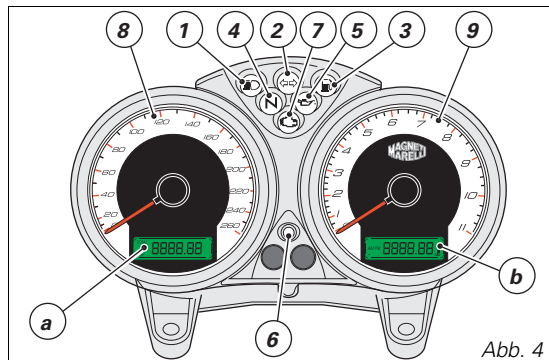
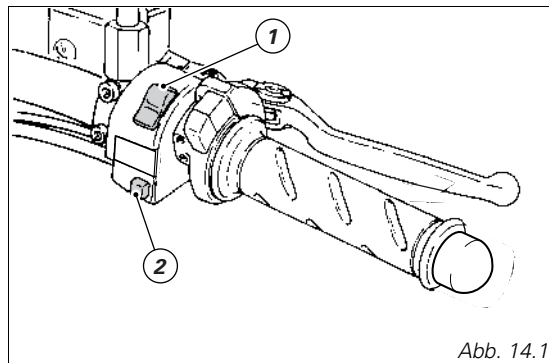

Abb. 4
Abb. 14.1
Cockpit (Abb. 4)
Die CODE CARD muss an einem sicheren Ort aufbewahrt werden. Das Mitführen des elektronischen und auf der CODE CARD angegebenen Codes ist jedoch ratsam, falls eine Motorfreigabe anhand des Verfahrens erforderlich werden sollte, bei dem der Gasdrehgriff entsprechend betätigt werden muss. Das folgende Verfahren gibt dem Anwender die Möglichkeit, im Fall von Störungen an der Wegfahrsperrung die Funktion der „Motorsperre“, die durch das Aufleuchten der ockerfarbenen EOBd-Kontrollleuchte (7, Abb. 4) angezeigt wird, aufzuheben. Dieses Verfahren kann jedoch nur mittels Eingabe des auf der Code Card angegebenen elektronischen Codes (eletronic code) durchgeführt werden.
1) Den Zündschlüssel auf ON stellen, dann den Gasgriff vollkommen aufdrehen und in dieser Position halten. Die EOBD-Kontrollleuchte (7, Abb. 4) erlischt nach einer festgelegten Zeit von 8 Sekunden.
4) So viele Blinkimpulse der EOBD-Kontrollleuchte (7, Abb. 4) mitzählen, wie sie der ersten Ziffer des Geheimcodes entsprechen.
1) Wird der Code erkannt, blinkt die Kontrollleuchte (6, Abb. 4) am Cockpit kurz auf. Das Schutzsystem hat in diesem Fall den Schlüsselcode erkannt und hebt die Motorsperre auf. Durch Drücken des STARTKNOPFS (3, Abb. 14.1) kann der Motor gestartet werden.
2) Erlischt die Kontrollleuchte (6, Abb. 4) bzw. die EOBD-Kontrollleuchte (7, Abb. 4) nicht, bedeutet dies, dass der Code nicht erkannt wurde. In diesem Fall, wird empfohlen, den Schlüssel in die Position OFF zu bringen und ihn darauf wieder auf ON zu drehen. Sollte der Motor weiterhin blockiert bleiben, sollte man es nochmals mit dem anderen, mitgelieferten schwarzen Schlüssel versuchen.
3) Blinkt die Kontrollleuchte (6, Abb. 4) weiterhin auf, bedeutet dies, dass eine Fehlfunktion der Wegfahrsperre zurückgesetzt wurde (z.B. mittels Motorfreigabe über den Gasdrehgriff). Wird der Zündschlüssel auf OFF, dann wieder auf ON gedreht, müsste die Kontrollleuchte der Wegfahrsperre wieder normal aufleuchten (siehe Punkt 1).
Rechte Schaltereinheit (Abb. 14.1)